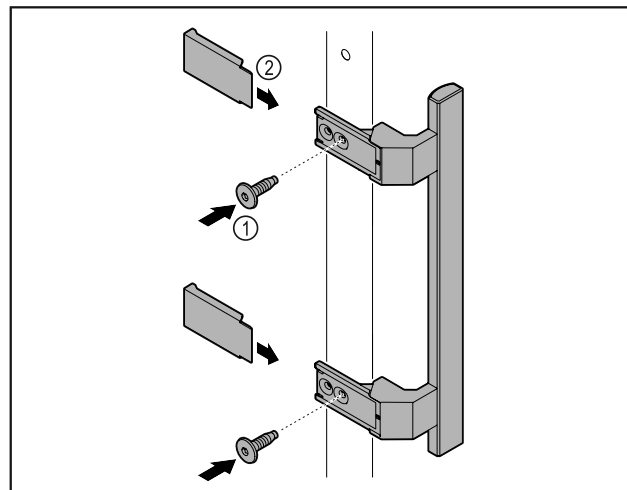

Fig. 64
- ▶ Griff aus dem Beipack mit den beiliegenden Schrauben Fig. 64 (1) an der Tür anbringen.
- ▶ Abdeckung Fig. 64 (2) aufsetzen.